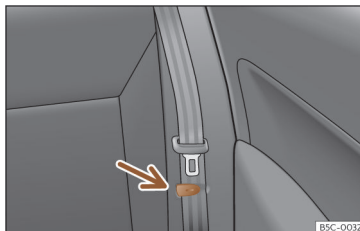

Fig. 111 Banco traseiro: pinça para fixar o cinto de segurança.
- Coloque os cintos de segurança laterais no suporte do revestimento»»» **Fig. 111**.